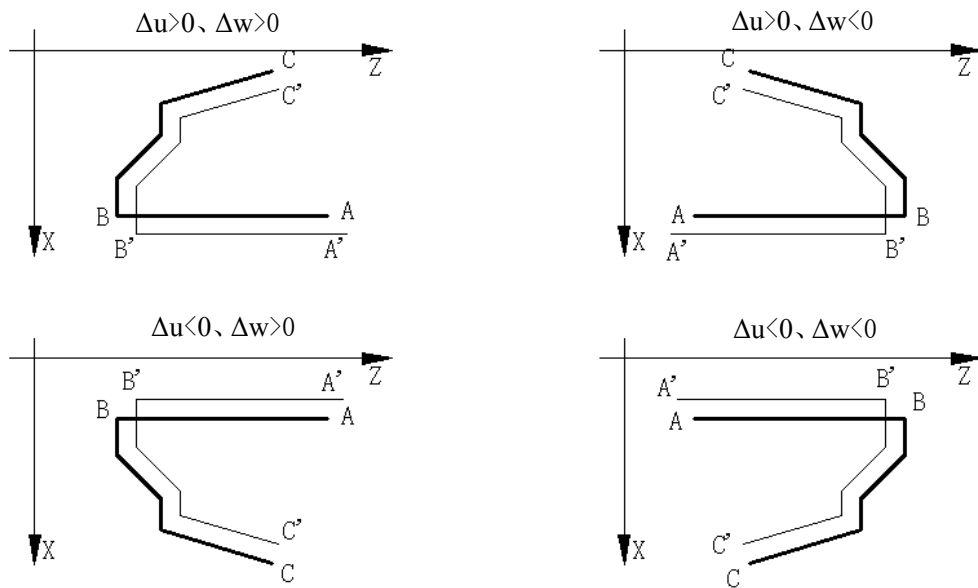

图 3-30 G72 指令轨迹的四种形状
- Δu 、 Δw 反应了粗车的坐标偏移和切入方向, 按 Δu 、 Δw 的符号有四种不同组合, 见图 3-30, 图中: A→B→C 为精车轨迹, A'→B'→C' 为粗车轮廓, A 为起点。